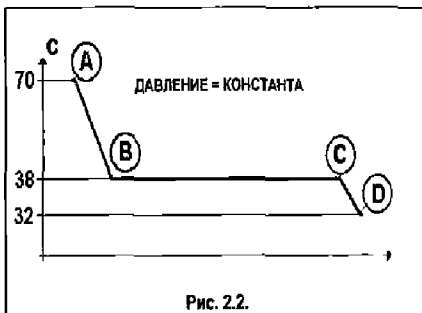

Рис. 2.2.
**Точка Д:** на выходе из конденсатора R22 только в жидкой фазе. Давление по-прежнему около 14 бар, но температура жидкости понизилась до примерно  $32^{\circ}\text{C}$ . Изменение фазового состояния R22 в конденсаторе можно представить следующим образом (см.рис.2.2)